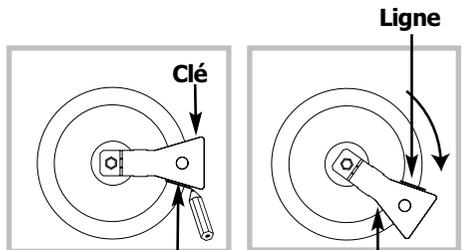

Fig. 3
- Tracez une ligne sur la plaque d'âtre à l'aide d'un crayon à l'endroit indiqué (**fig. 3**).